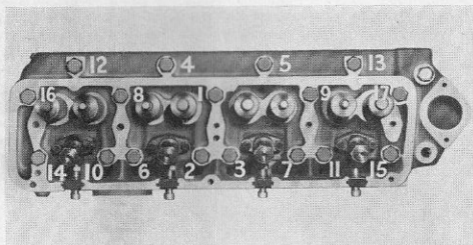

Fig. 19
4. Vrid motorn så att ventil nr 1 (räknat framifrån fläkten) är helt stängd och kontrollera spelet mellan vipparm och ventilspindel med ett bladmått. Insugningsventilernas spel skall vara 0,015 tum (0,38 mm) och avgasventilernas 0,012 tum (0,30 mm). Om spelet ej är det rätta, lossa justeringens låsmutter, se fig. 19, varefter justerskruven vrides så att rätt spel erhålles. Drag där-efter fast låsmuttern och tillse härvid, att justeringen ej ändras.